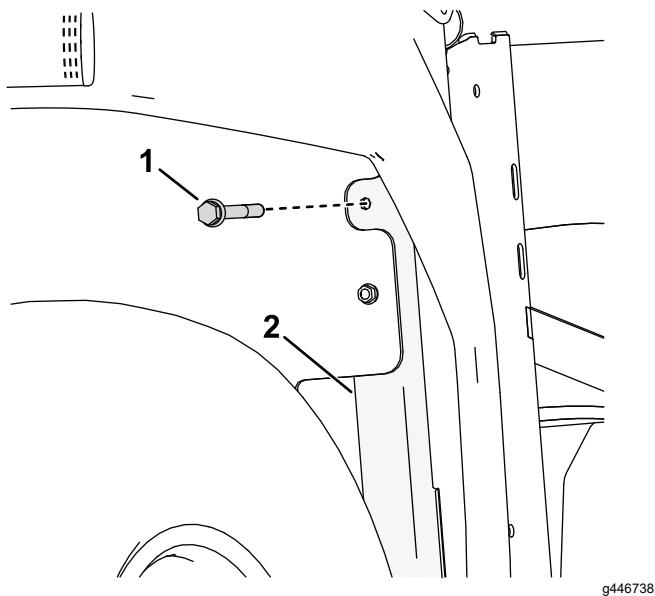

Figura 10
- Insira o parafuso do dormente (5/16 x 2 1/2 pol.) através do orifício perfurado, na parte frontal do tubo da estrutura (Figura 10).